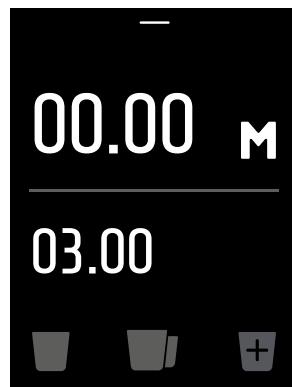

Fig. 5c
- 4 Presionar el pulsador Start (10, Fig. 1) con la copa porta-filtro y mantenerlo presionado durante el tiempo deseado que se muestra en la pantalla. La barra de progreso de la dosis parpadea (véase Fig. 5c). Una vez que se suelta el pulsador Start, comienza el SweepOut. La pantalla muestra el tiempo restante para el SweepOut con la barra de progreso parpadeando.